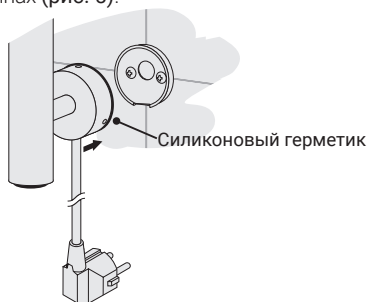

Рис.4
4.1.5. Для повышения степени защиты произвести герметизацию шва силиконовым герметиком по контуру примыкания коробки и стены (**рис. 4**).